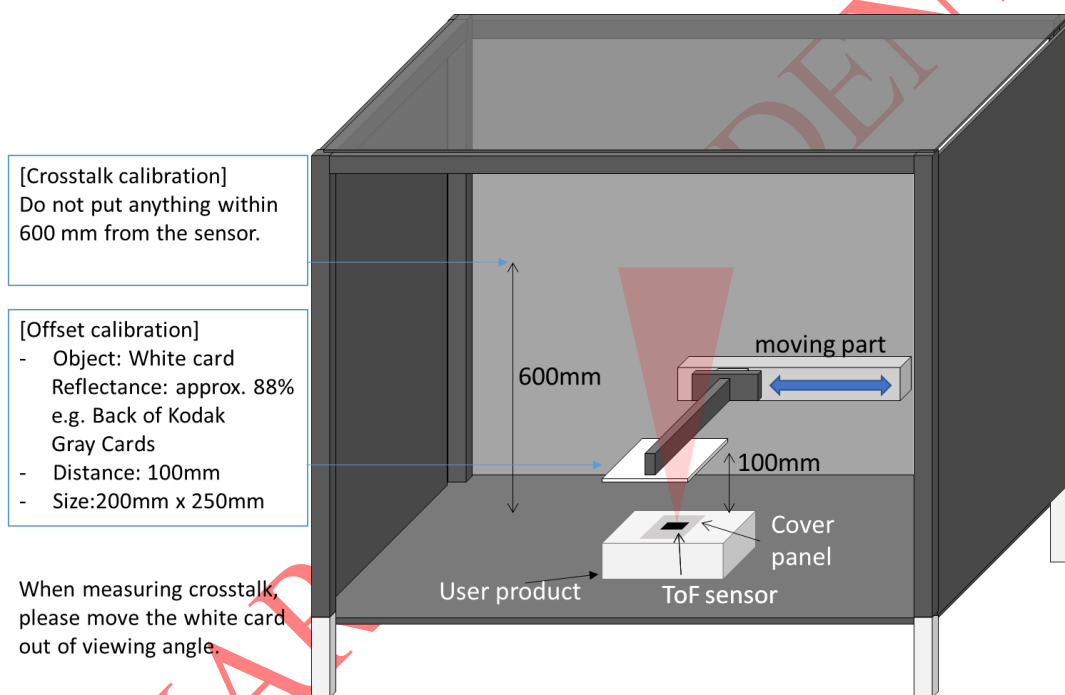

図 9 ユーザー工場でのキャリブレーション環境
ユーザーの工場でのキャリブレーションを実施する環境を図 9 に示します。キャリブレーションは外乱光がない状態で実施する必要があります。また壁からの光の反射を防ぐため吸光シートを貼ってください。室温は 20~25°で実施してください。
1. 図 9 のように外乱光が入らない環境で、センサから 100mm のところに白い紙を置いてください。